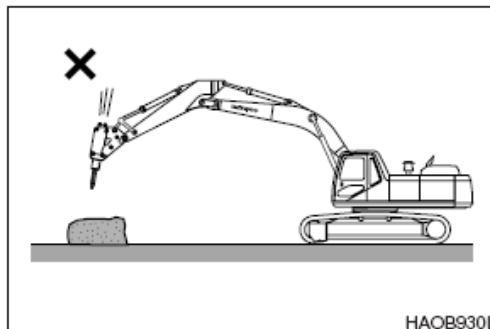

Figura 71
3. NO use el martillo hidráulico como si se tratase de un martillo normal. Consulte Figura 71.